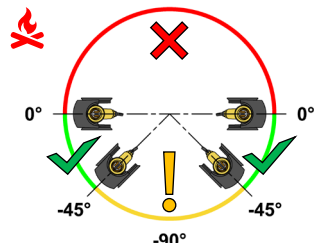

Fig.6
- **Modelos con caudal nominal hasta 2,5 m³/h:** el caudalímetro se puede orientar con inclinaciones entre 0° y -90°. En particular, se permite la orientación con un ángulo entre -45° y -90° si se ha verificado la ausencia de impurezas y suciedad en el interior del fluido caloportador (**Fig.6**);